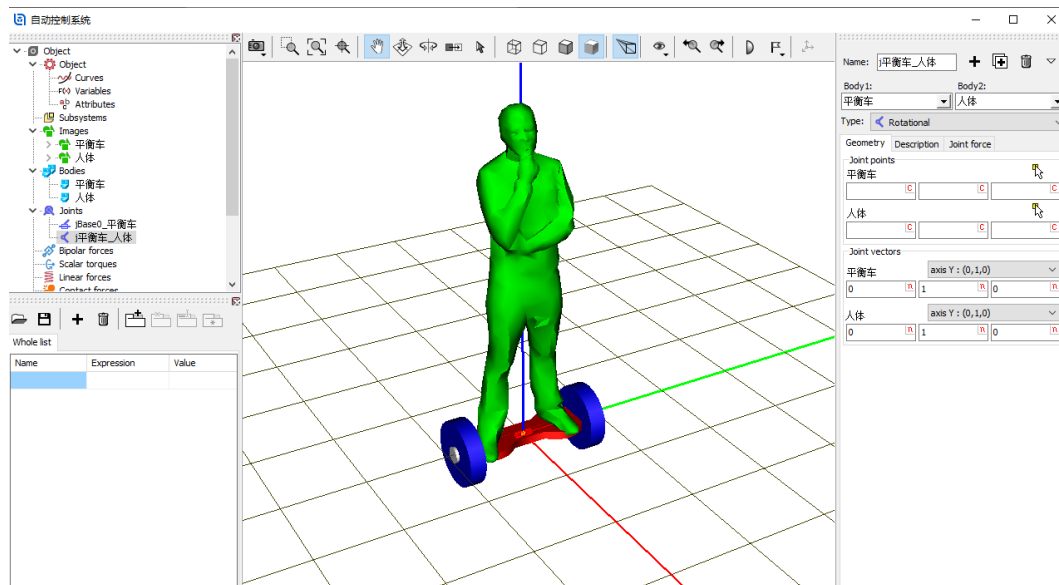

图 2-135
- 6) 创建第二个铰，**Body1** 选择平衡车，**Body2** 选择人体，**Body1** 和 **Body2** 的铰点坐标都为 $(0, 0, 0)$ ，转动自由度方向为 **Y** 轴，如图 2-135。